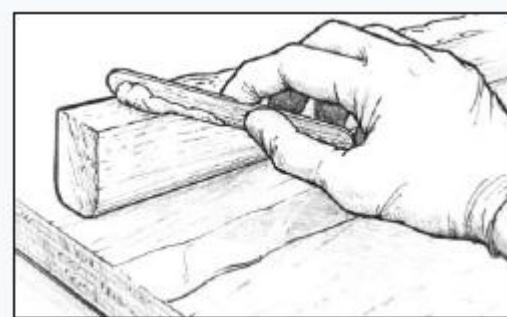

Рис. 10. Нанесите загущенный Эпоксидная смола на одну из склеиваемых поверхностей.
2. Модифицируйте смесь смолы с отвердителем, добавляя соответствующий наполнитель, пока смола не станет достаточно густой, чтобы заполнить все пустоты между склеиваемыми поверхностями и предотвратить образование обеднённых швов. Нанесите равномерный слой эпоксидной смолы на **одну** из склеиваемых поверхностей, так, чтобы при сжатии деталей из шва выдавливалось небольшое количество материала (*Рис. 10*).